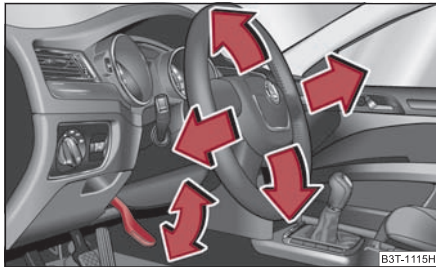

Abb. 132 Verstellbares Lenkrad: Hebel neben der Lenksäule
- Schwenken Sie den Hebel unter der Lenksäule ⇒ Abb. 132 nach unten ⇒ ⚠.